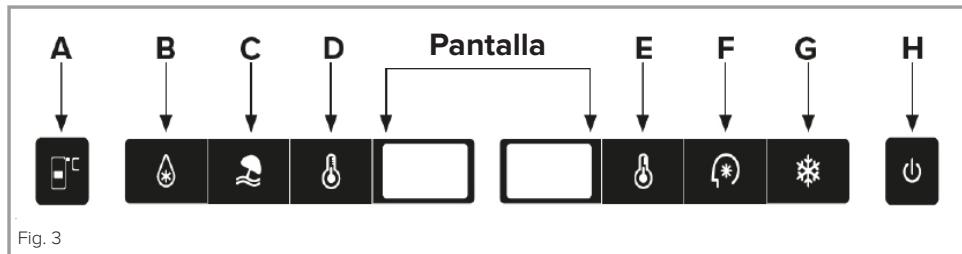

Fig. 3
Para ayudar en momentos de servicio o limpieza, el electrodoméstico dispone de un modo de descongelación forzada que puede activarse tocando y manteniendo pulsados los sensores A y C de la Fig. 3 durante aproximadamente 3 segundos. El sensor de ajuste de temperatura del frigorífico (A) parpadeará para confirmar que la función de descongelación forzada está activada. Esta función debería desactivarse automáticamente cuando la temperatura del congelador alcance entre 10 y 12 °C.